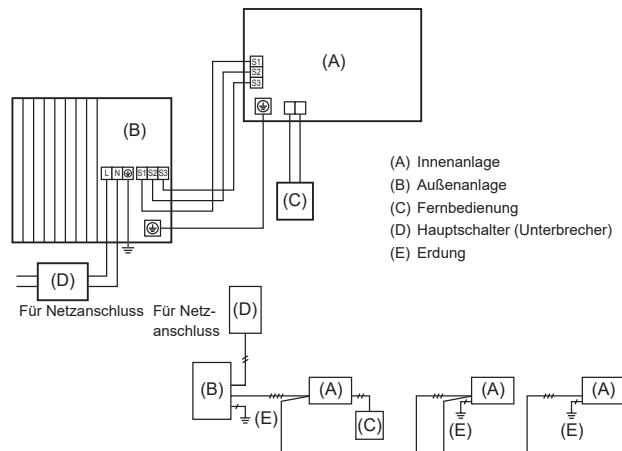
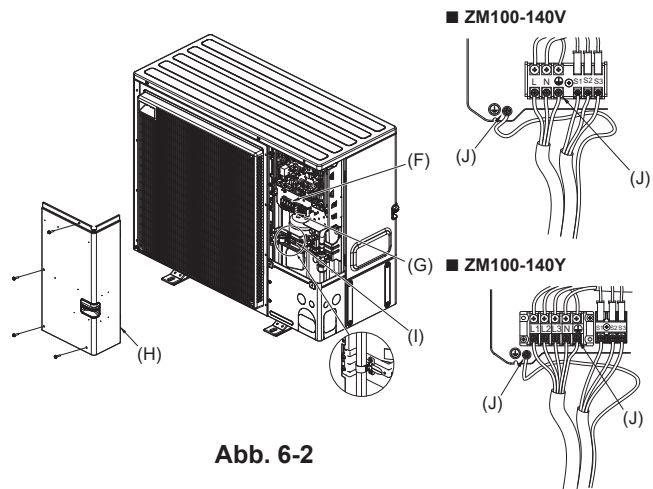

Abb. 6-1
Abb. 6-2
6.1. Außenanlage (Abb. 6-1, Abb. 6-2)
(1) Die Bedienungsplatte abnehmen.
(2) Die Kabel gemäß der Abb. 6-1 und der Abb. 6-2 verdrahten.